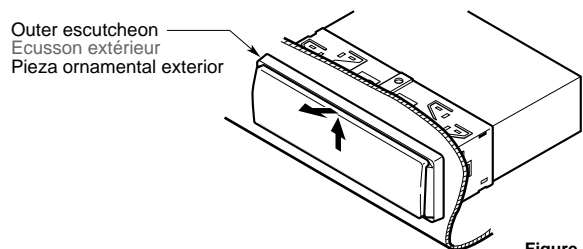

Figure 8 / Figure 8 / Figura 8
2. Press the outer escutcheon upward and remove it. (Figure 8)
2. Presser l'écusson extérieur vers le haut et le retirer. (Figure 8)